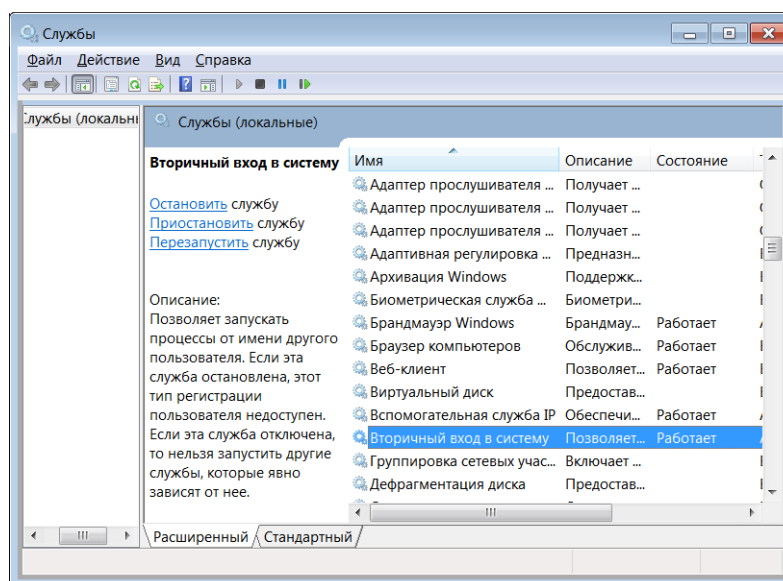

Рисунок 6.1 — Окно *Службы*
2. Найдите строку службы *Вторичный вход в систему* (см. рисунок 6.1). Щелкните по ней правой кнопкой мыши и в контекстном меню выберите пункт *Свойства*.